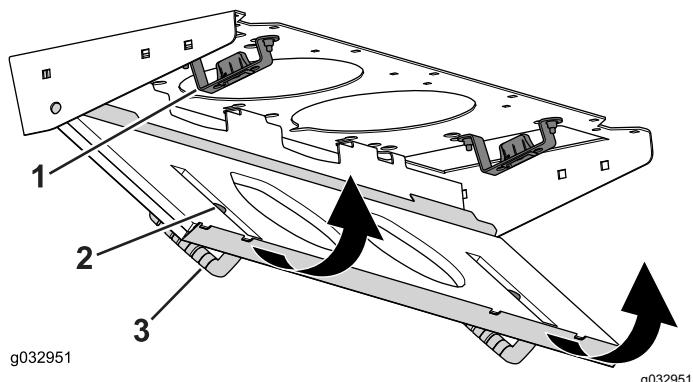

Figura 96
- Gire la rejilla del filtro sobre las pestañas hasta que el cierre se enganche en el soporte (Figura 96).